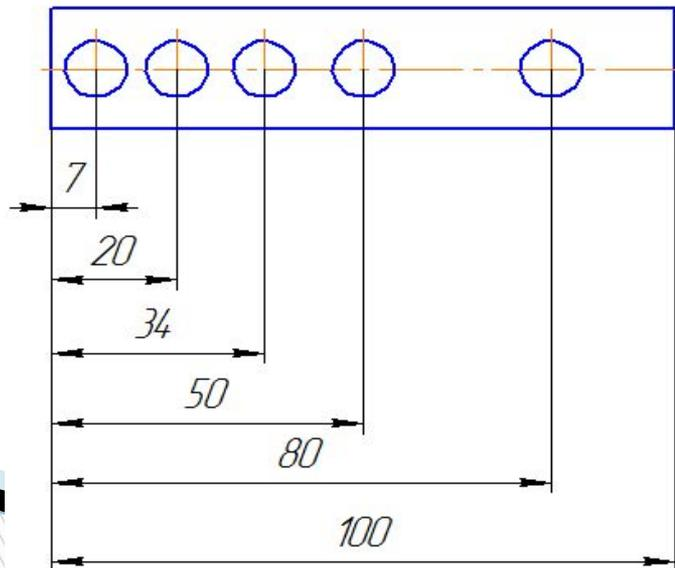

Рисунок 3.24
1. **от общей базы (Рисунок 3.24); в качестве базовой поверхности выбрана левая поверхность планки, от которой проставлены размеры всех отверстий.**